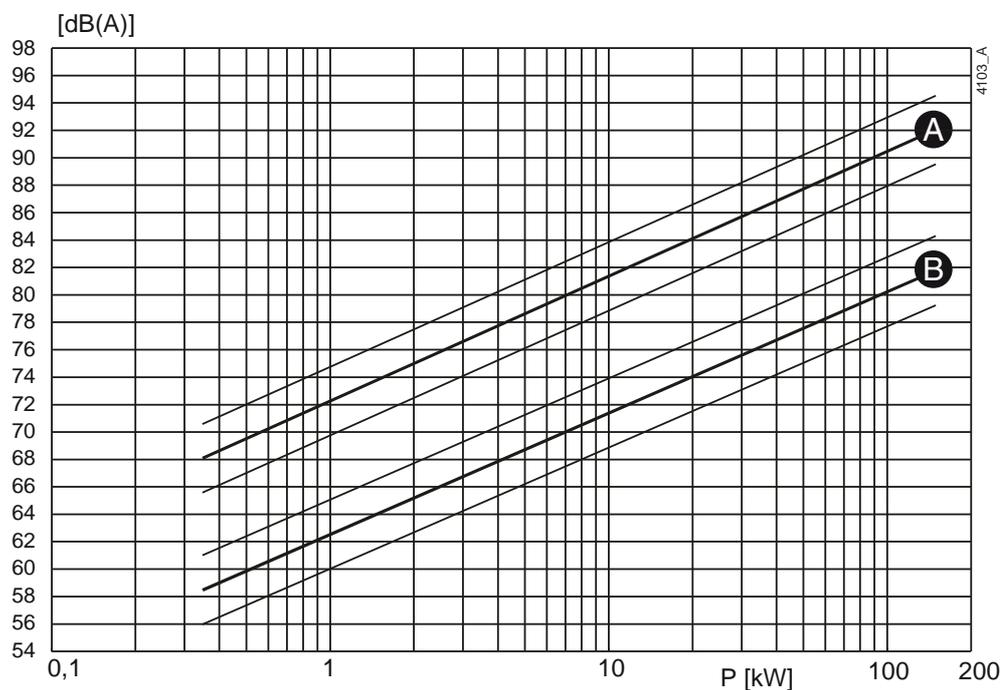
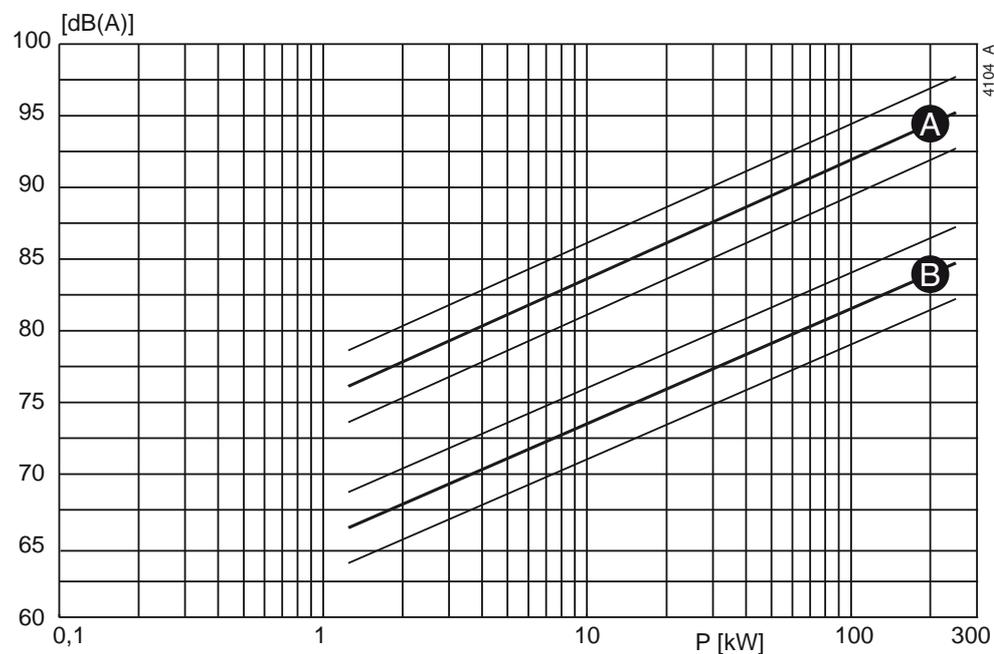

Abbildung 40: Schall als Funktion der Pumpenleistung [kW] bei 1450 min^{-1}
Abbildung 41: Schall als Funktion der Pumpenleistung [kW] bei 2900 min^{-1}
- 1 Um den Schallpegel (L_1) der Pumpe zu bestimmen, siehe Abbildung 40 oder Abbildung 41.